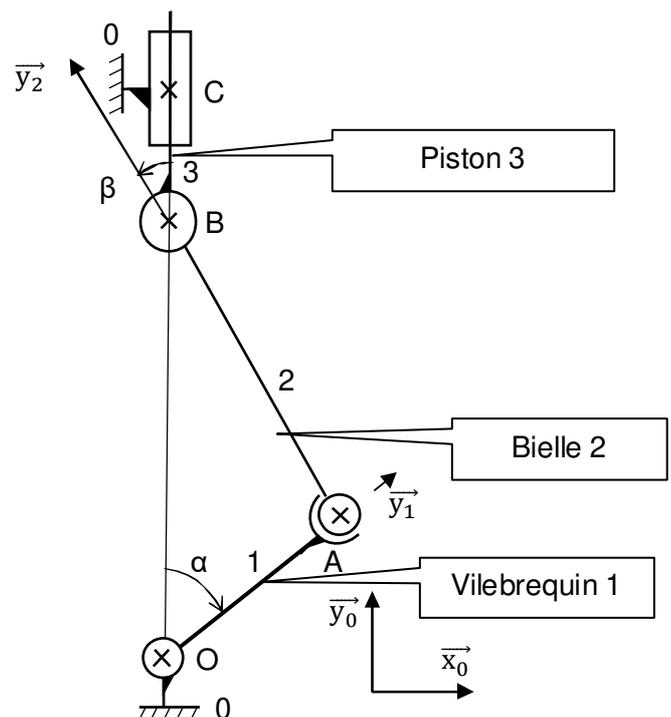

Figure 1 : Cinématique du moteur thermique.
- 5) Calculer la norme $V_{A,1/0}$ du vecteur vitesse $\vec{V}_{A,1/0}$ dans le cas où le moteur tourne à sa vitesse nominale et placer ce vecteur sur la Figure 1 à l'échelle $1\text{cm} \leftrightarrow 5\text{m} \cdot \text{s}^{-1}$.
- 6) Déterminer l'accélération $\vec{a}_{A,1/0}$ du point A. Calculer la norme $a_{A,1/0}$ de cette accélération $\vec{a}_{A,1/0}$ dans le cas où le moteur tourne à sa vitesse nominale. Placer cette accélération centripète sur la Figure 1 à l'échelle $1\text{cm} \leftrightarrow 1000\text{m} \cdot \text{s}^{-2}$.